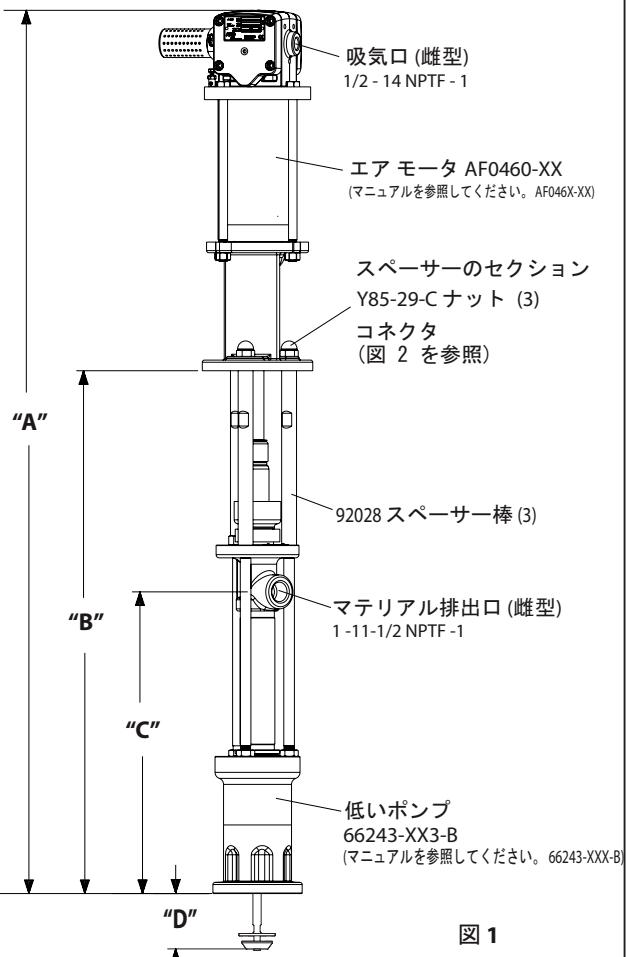

図 1
2. 3つの(Y85-29 C)ナット3スペーサー棒から削除します。(図1を参照)。